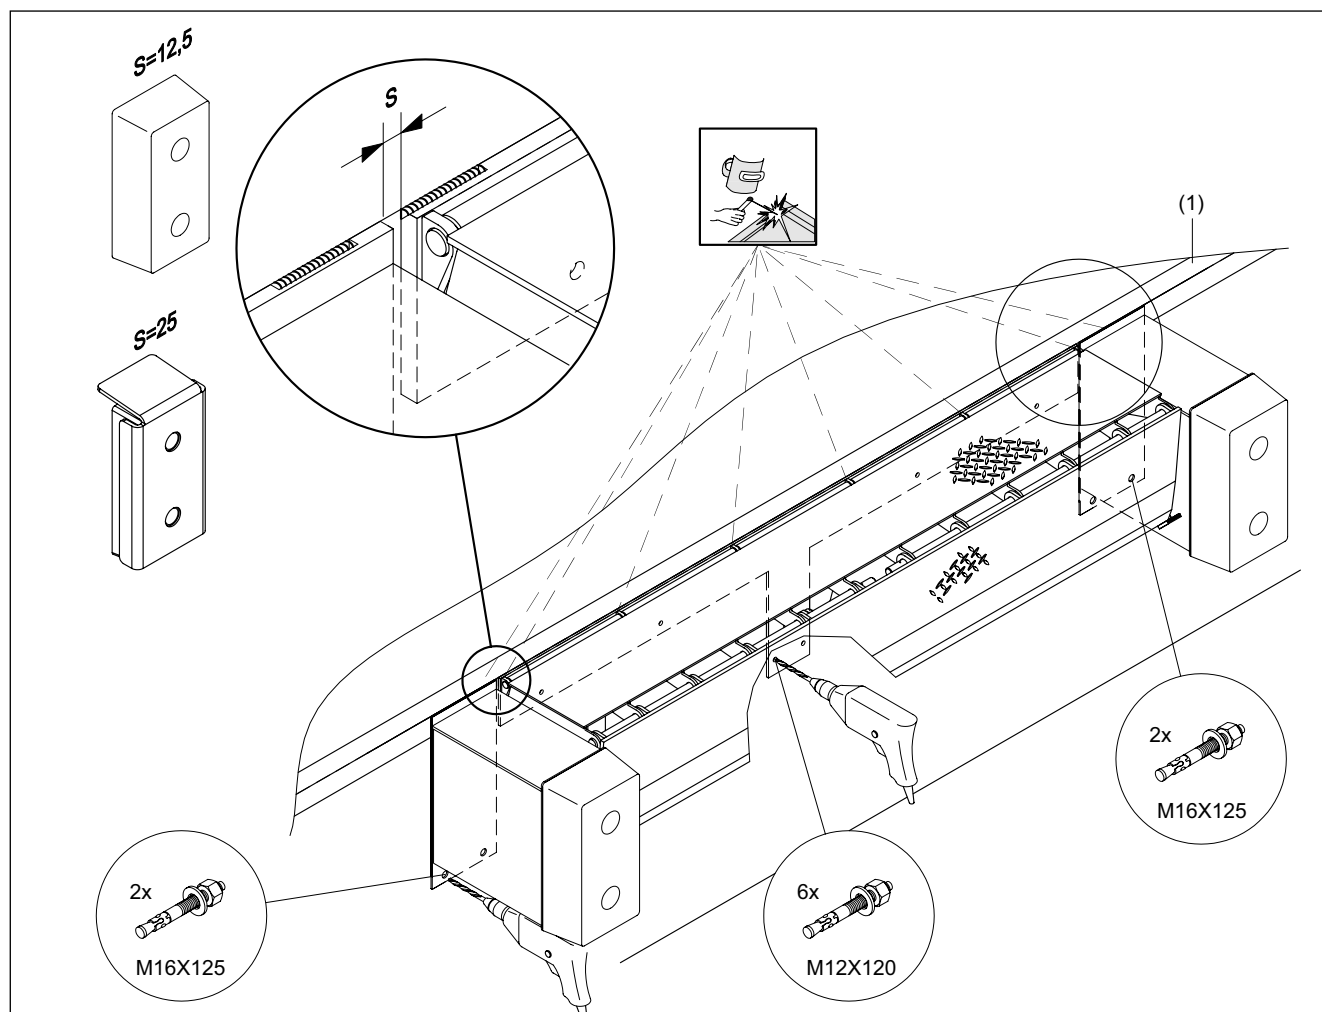

Рис. 3: Конструкция MRS-V для монтажа сваркой перед зданием
6.3.3 Тип MRS: монтаж сваркой перед зданием, см. Рис. 3 и Рис. 4